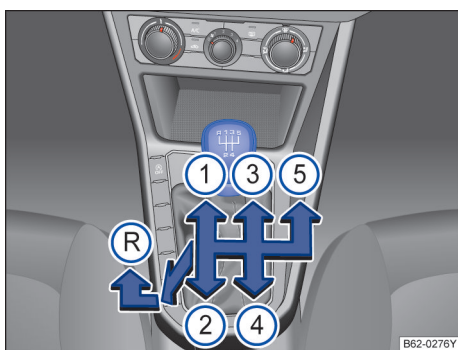

图 87 5 挡手动变速箱挡位示意图。
- 停顿数秒钟后下压换挡杆，然后往左推到底，再将换挡杆向前推至换挡手柄上所示的倒挡位置→图 87 (R)